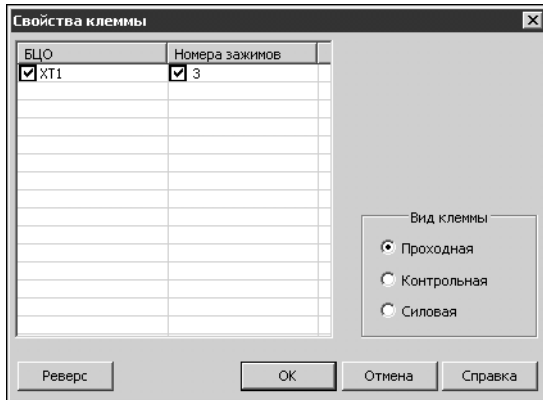

Рис. 9.13. Диалог **Свойства клеммы**
1. Дважды щелкните мышью на символе клеммы. На экране откроется диалог **Свойства клеммы** (рис. 9.13). В нем отображается таблица, которая содержит БЦО клеммы и номер зажима. В области **Вид клеммы** расположена группа опций, с помощью которых можно выбрать другой вид клеммы.